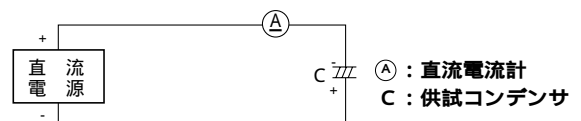

図 2-6
(1) (図 2-6)に示す回路において、供試コンデンサの公称外径寸法により直流電流を(表 2-2)より決める。